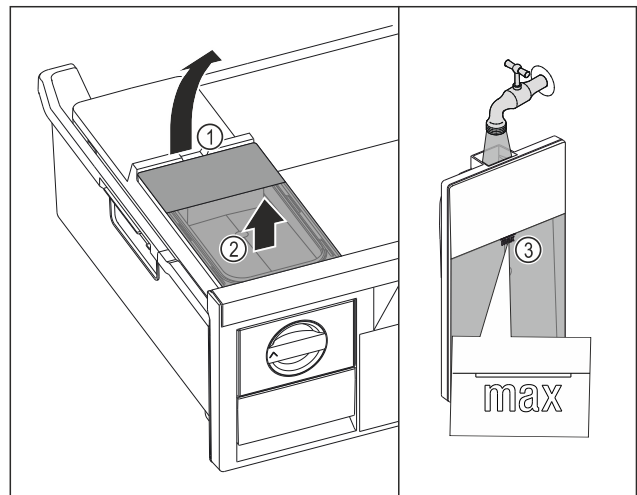

Fig. 124
- ▶ Повдигнете резервоара за вода при прореза Fig. 124 (1).
- ▶ Извадете резервоара за вода нагоре. Fig. 124 (2)
- ▶ Напълнете резервоара за вода до маркировката Fig. 124 (3) с питейна вода.